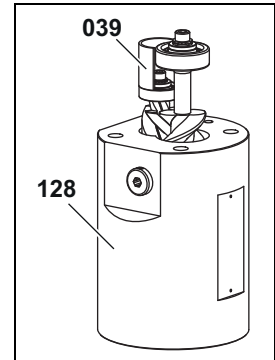

Abb. 8
3. Distanzhülse **039** zusammen mit dem Spindelsatz aus dem Messgehäuse **128** ziehen, siehe Abb. 8, Seite 33.